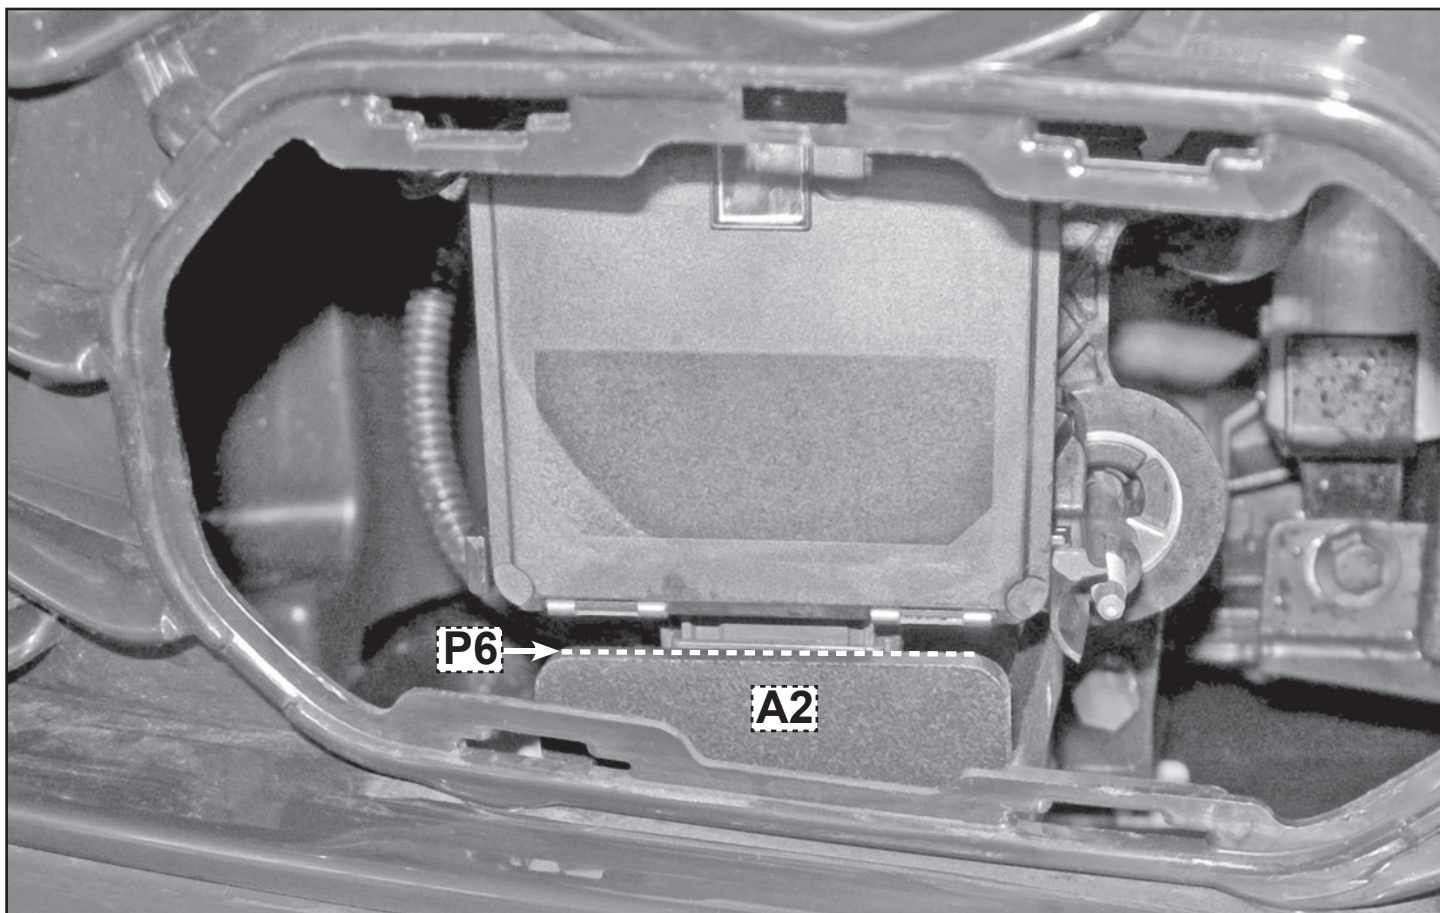

FIGURA 13
- **Nella figura 13** fare attenzione che la protezione della piastra **A2** non urti il Radar nella fase di fissaggio finale (vedi punto **P6**).